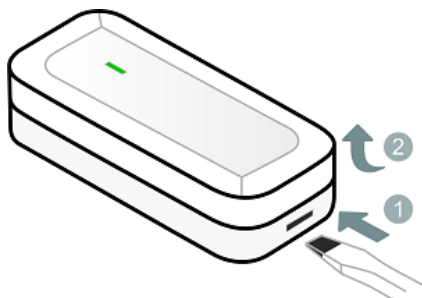

Рисунок 8.2 — Вскрытие корпуса радиоустройства
Для подключения геркона/ШС вскройте корпус основного элемента датчика (см. рисунок 8.2) и подключите провода к клемме, расположенной на плате датчика, как показано на схеме слева.
1. Вскройте корпус датчика (см. рисунок 8.2).